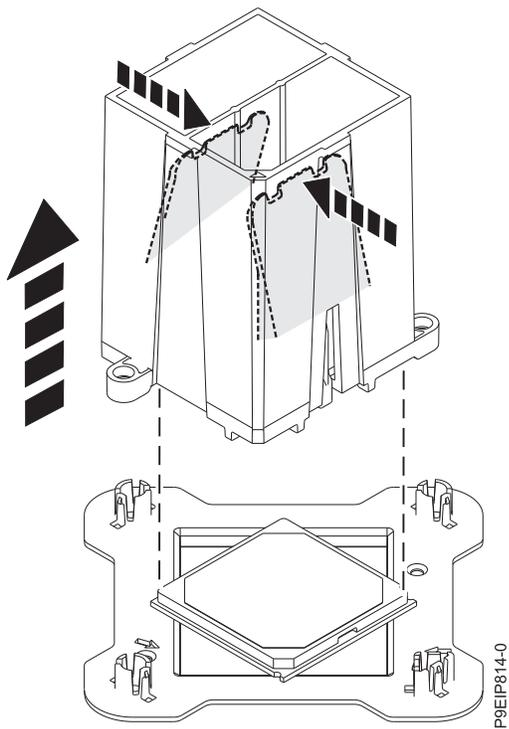

Figura 89. Cómo liberar el módulo del procesador del sistema de la herramienta
11. Apriete las dos pestañas azules para liberar el módulo del procesador del sistema de la herramienta, como se muestra en la Figura 89.